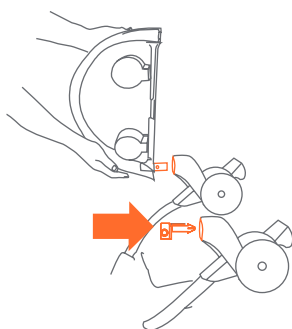
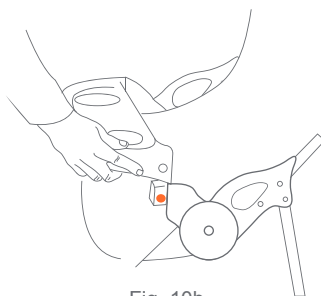

Fig. 10a
Fig. 10b
- 10) • Para colocar la bandeja para niños:** Introduzca el gancho de la bandeja en el accesorio de la unión de pliegue del cochecito. Verifique que el gancho de la bandeja se trabe correctamente (Fig. 10a). Empuje la bandeja angulada dentro del poste que está en el extremo del apoyabrazos derecho mientras oprime el botón a presión hasta que se trabe. Gire la bandeja hacia abajo hasta que se sujete bien en el apoyabrazos izquierdo. Por favor, verifique que el botón a presión atraviese por completo y trabe la bandeja de manera segura (Fig. 10b).